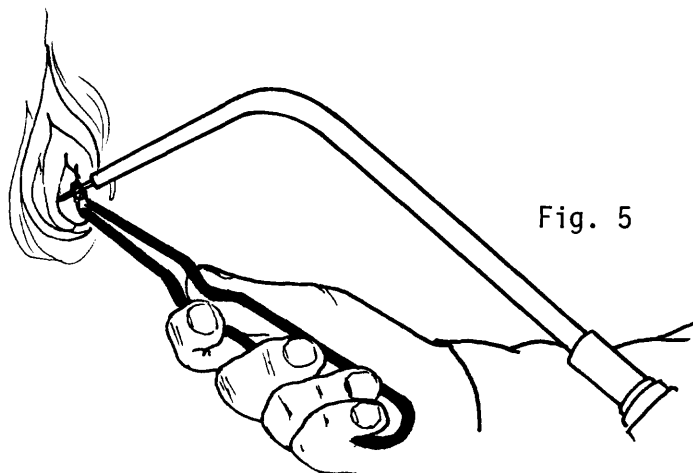

Fig. 5
- b Accione el encendedor (fig. 5).